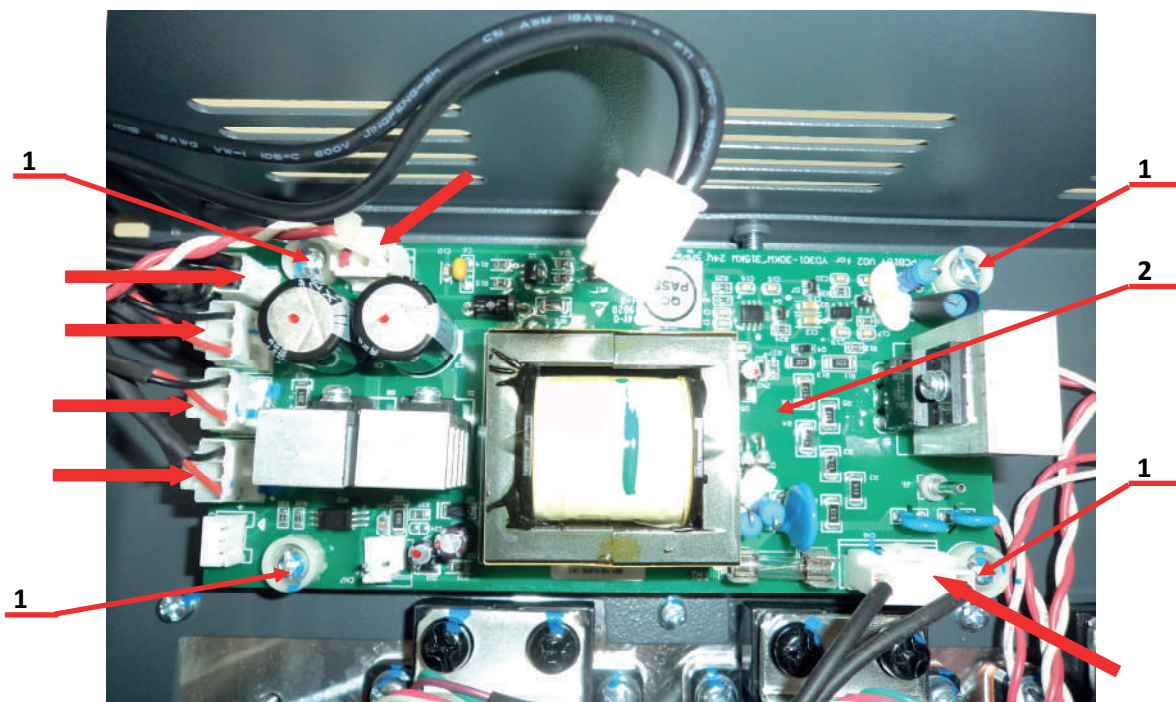

Рис.6.12
- 6.8.2. Отсоединить разъёмы подходящих кабелей (рисунок 6.12, красные стрелки).
- 6.8.3. Открутить 4 винта поз.1 крепления платы питания вентиляторов поз.2 (рисунок 6.12). Положить плату питания вентиляторов в тару 3.1.16. Винты положить в тару 3.1.17.